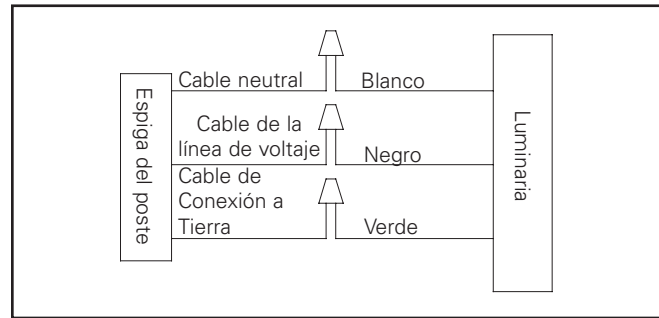

Figura 1.
2. Conecta los cables de alimentación a los terminales correspondientes de la luminaria. (Figura 1.)